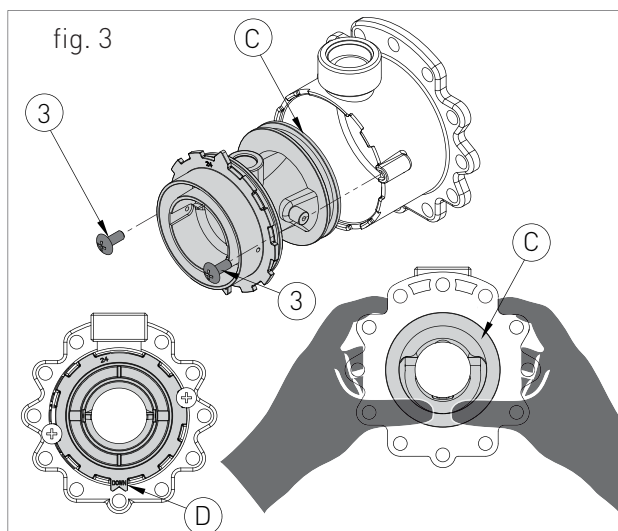

fig. 3
- › retirar los dos tornillos '3' (fig.3) y tirar desde la parte posterior del venturi 'C' (fig.3);
- › sustituir el venturi con el adecuado para el tipo de gas de suministro (GLP) y asegurarse de que el diente 'D' (fig.3) se ajusta hacia abajo en el cuerpo de aluminio (ver fig.3);